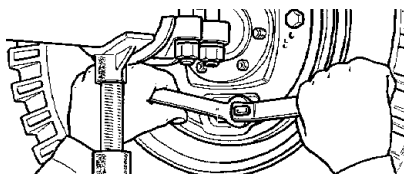

Рис. 7.18. Регулировка тормозных колодок заднего колеса с помощью опорных пальцев
3. Нажав на педаль тормоза усилием 12 - 16 кгс, подвести поворотом опорных пальцев концы колодок со стороны пальцев до упора в барабан (рис. 7.18). Затем затянуть в этом положении гайки опорных пальцев, не допуская при этом их поворота.